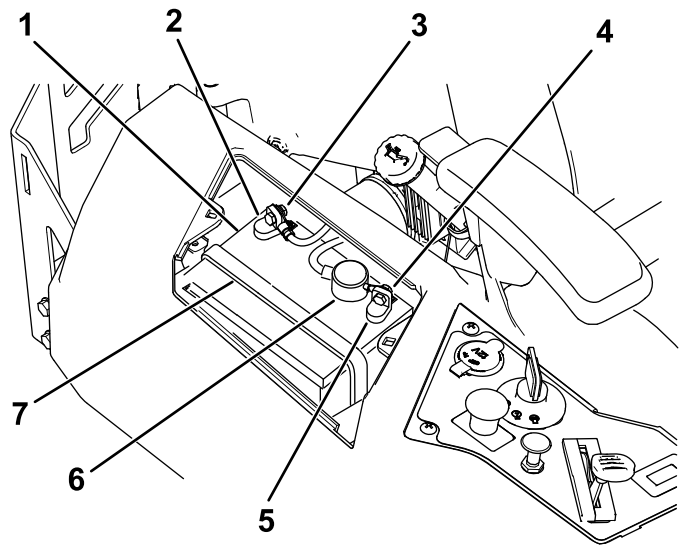

Figura 55
- Desconecte el cable negativo de tierra (negro) del borne de la batería (Figura 55).
- Desconecte el cable positivo (rojo) del borne de la batería (Figura 55).
- Retire la correa de sujeción de la batería (Figura 55) y levante la batería para retirarla de su bandeja.
1. Coloque la batería en la bandeja (Figura 55).
5. Fije la batería con la correa de sujeción (Figura 55).